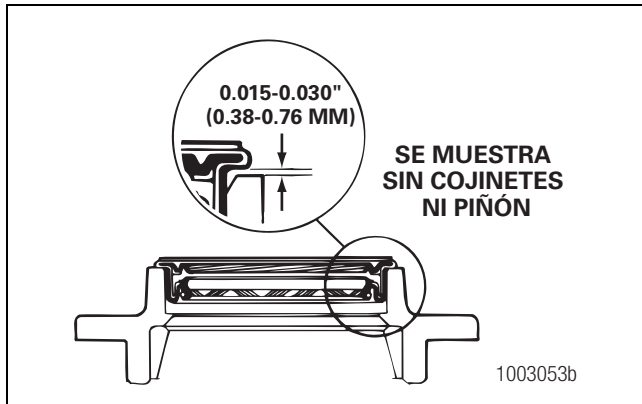

Figura 5.30
- D. Después de instalado el sello de labio triple, una brecha de aproximadamente 0.015-0.030 de pulgada (0.38-0.76 mm) entre la brida y la jaula del cojinete es normal. Figura 5.30.